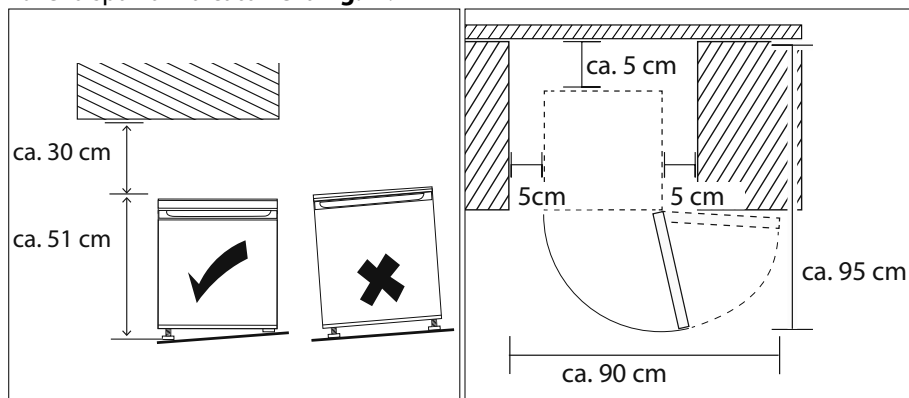

Fig. 11
Per poter aprire completamente la porta del vano frigorifero (4) deve essere disponibile lo spazio indicato nella **fig. 11**.